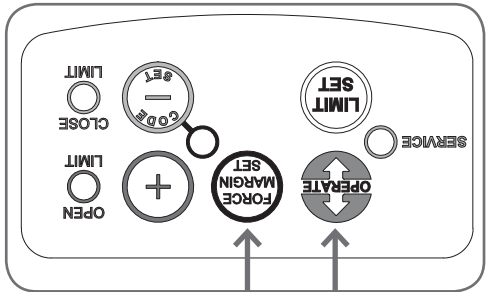

Fig. 6.5.5
- Maintenez le bouton FORCE MARGIN SET enfoncé et appuyez sur LIMIT SET (Fig. 6.5.5) pendant deux secondes.